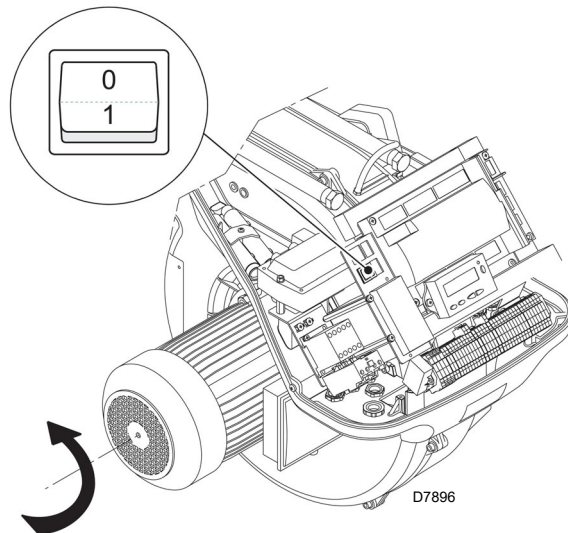

Fig. 28
Fermer les thermostats/pressostats et mettre l'interrupteur de la Fig. 28 en position "1".
Dès que le moteur démarre se positionner devant le ventilateur de refroidissement du moteur ventilateur et contrôler s'il tourne dans le sens contraire à celui des aiguilles d'une montre. Voir la Fig. 28.
- mettre l'interrupteur de la Fig. 28 sur «0» et attendre que la boîte de contrôle réalise la phase d'extinction;
Le brûleur est en état d'attente de demande de chaleur ou le sélecteur «0-1» (Fig. 28 à la page 34) est sur la position «0».
Avec le sélecteur «0-1» (Fig. 28 à la page 34) le brûleur ne s'arrête pas immédiatement, mais la phase d'extinction a lieu.